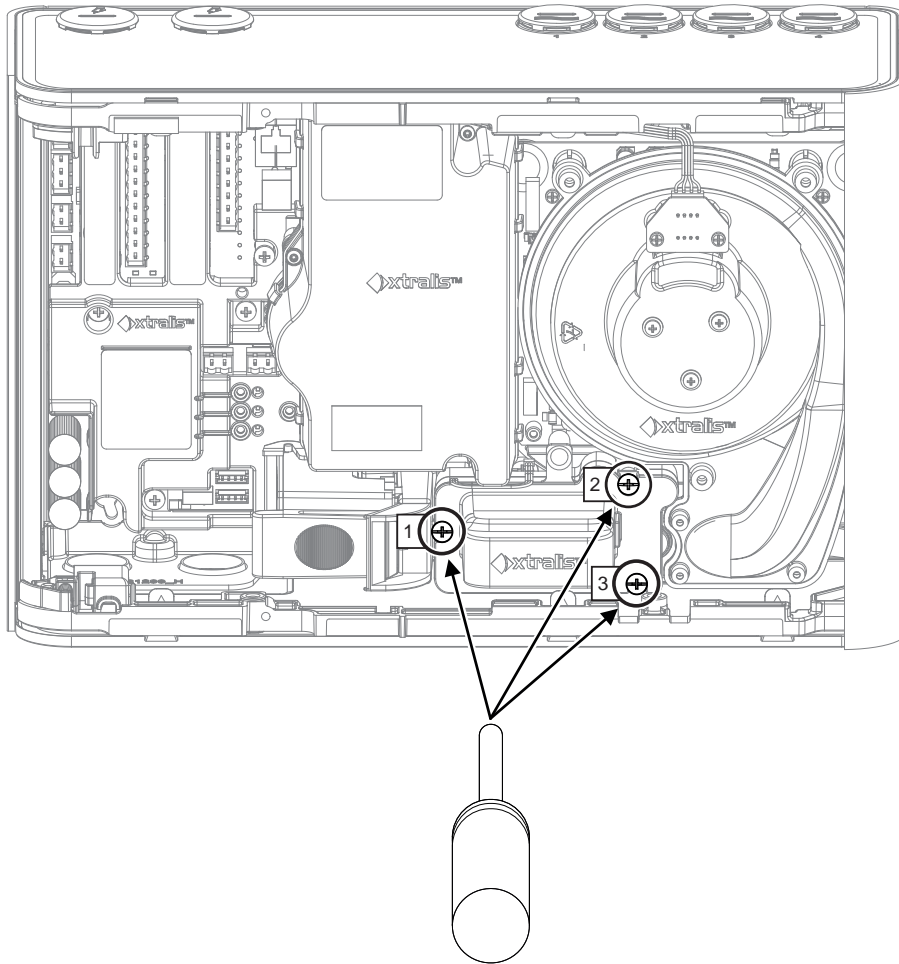

Figura 7-21: Afloje los tornillos del módulo de muestreo
5. Afloje los tres tornillos que sujetan el módulo de muestreo (Figura 7-21).